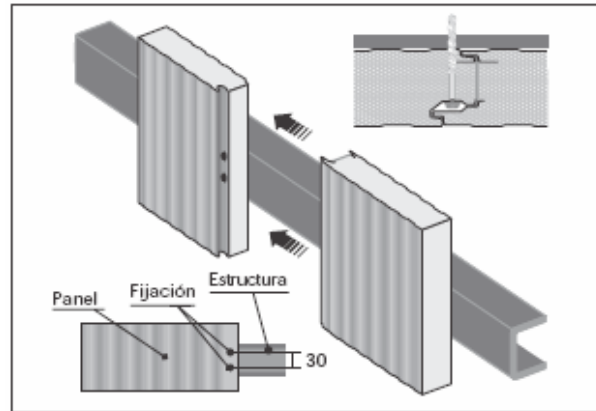

Fig. 3
Aplicables directamente, con el solo empleo del taladro con llave de dados, con la ventaja de no solicitar la predisposición del agujero (esp. màx. de agujero 5 mm.) (Fig. 3)
- 4.3.4** Proceder a la fijación aplicando los tornillos en dotación según el esquema ilustrado en el punto 1.7 (Fig. 3 y 4)